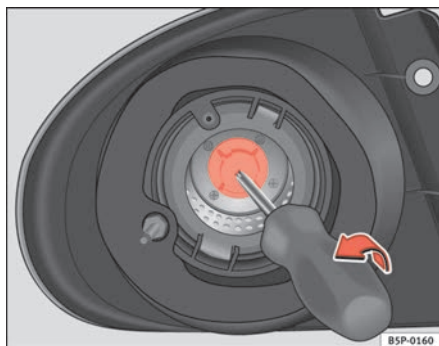

Abb. 187 Blinklicht
- Die Fassung des Blinkers mit einem Schraubendreher in Pfeilrichtung herausnehmen (siehe ⇒ Abb. 187).